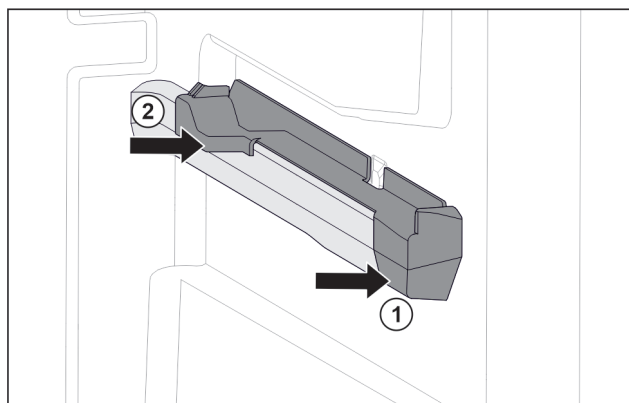

Fig. 154 Felhúzható elem a jobb oldali tartóbordán
- A felhúzható elemet elől tegye fel a tartóbordára. Fig. 154 (1)
- Hátul nyomja meg a felhúzható elemet. Fig. 154 (2)